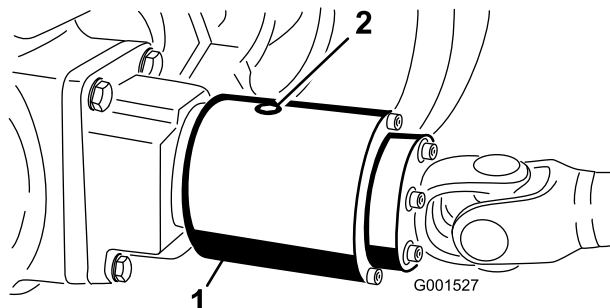

Bild 60
2. Drehen Sie die Kupplung (Bild 60), um die Prüfschraube auf die 4-Uhr-Position auszurichten.